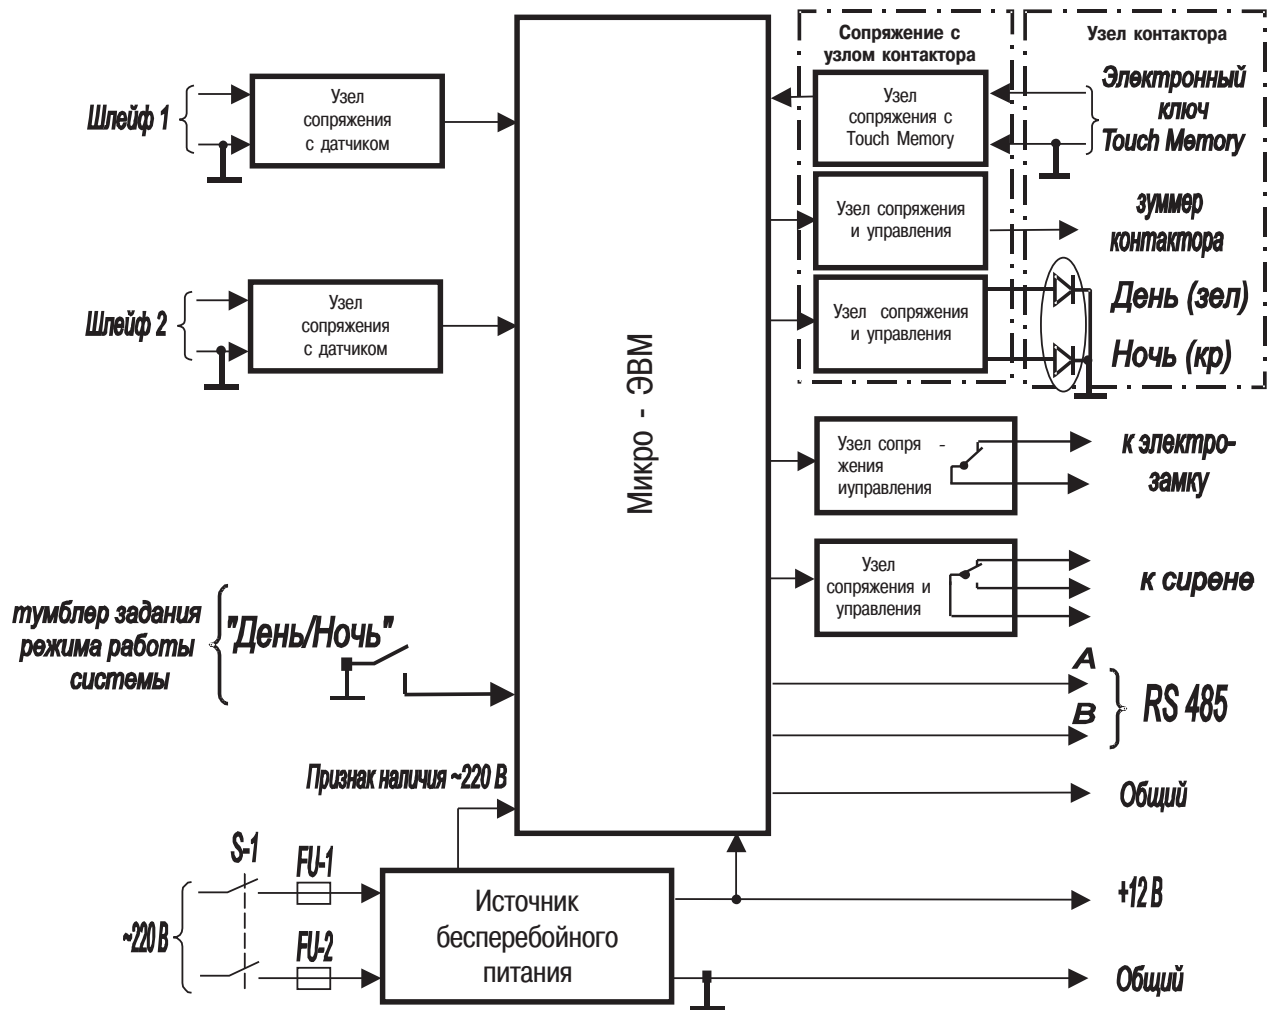

Рис.2.1. Структурная схема Сигнализации «Страж 2».
2.1. Основным функциональным узлом Сигнализации «Страж 2» является плата модуля сигнализации (рис.2.1.), Содержащая:
4.2. В случае самостоятельной установки необходимо руководствоваться разделом 2, схемами рис. 2.1. - 2.4. и соблюдать рекомендации, изложенные ниже.